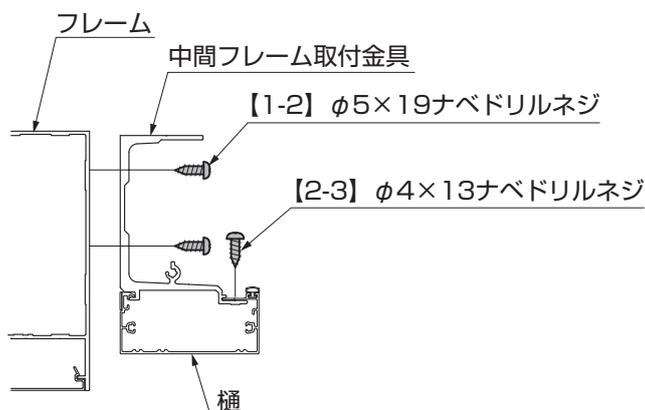

図2-8 A部詳細図中間部
- ③ 樋に組付けた中間フレーム取付金具をフレームに【1-2】で取付けてください。(図2-8参照)
- ④ 中間フレーム取付金具を樋に【2-3】で取付けてください。(図2-8参照)
- ⑤ 樋端部取付材をフレームに【2-2】で固定してください。(図2-8参照)